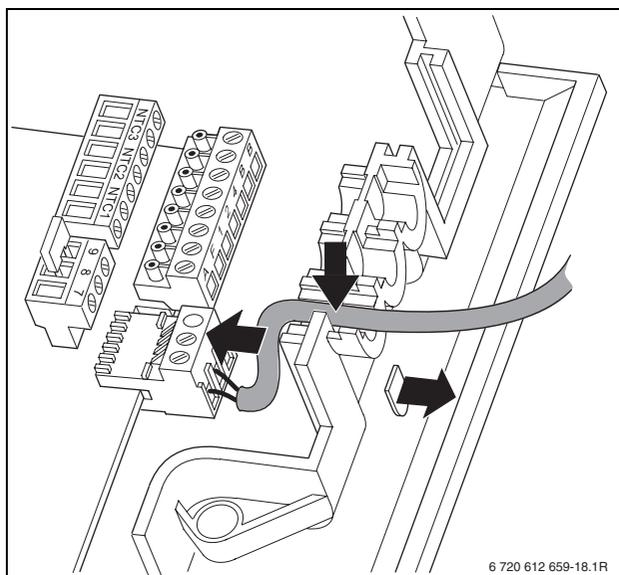

Fig. 21
- ▶ è necessario utilizzare il sensore NTC dell'acqua calda sanitaria SF 3, codice ordine 8 714 500 034 0 (bulbo Ø 6 mm, Fig. 21)